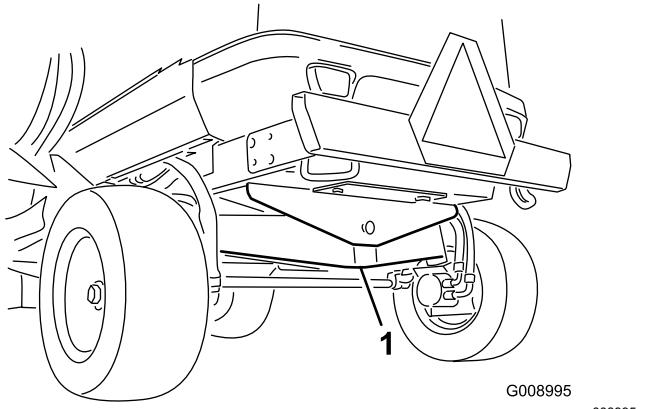

Figure 76
1. Point de levage avant (2)
**Arrière de la machine** – au centre du pont (Figure 76).